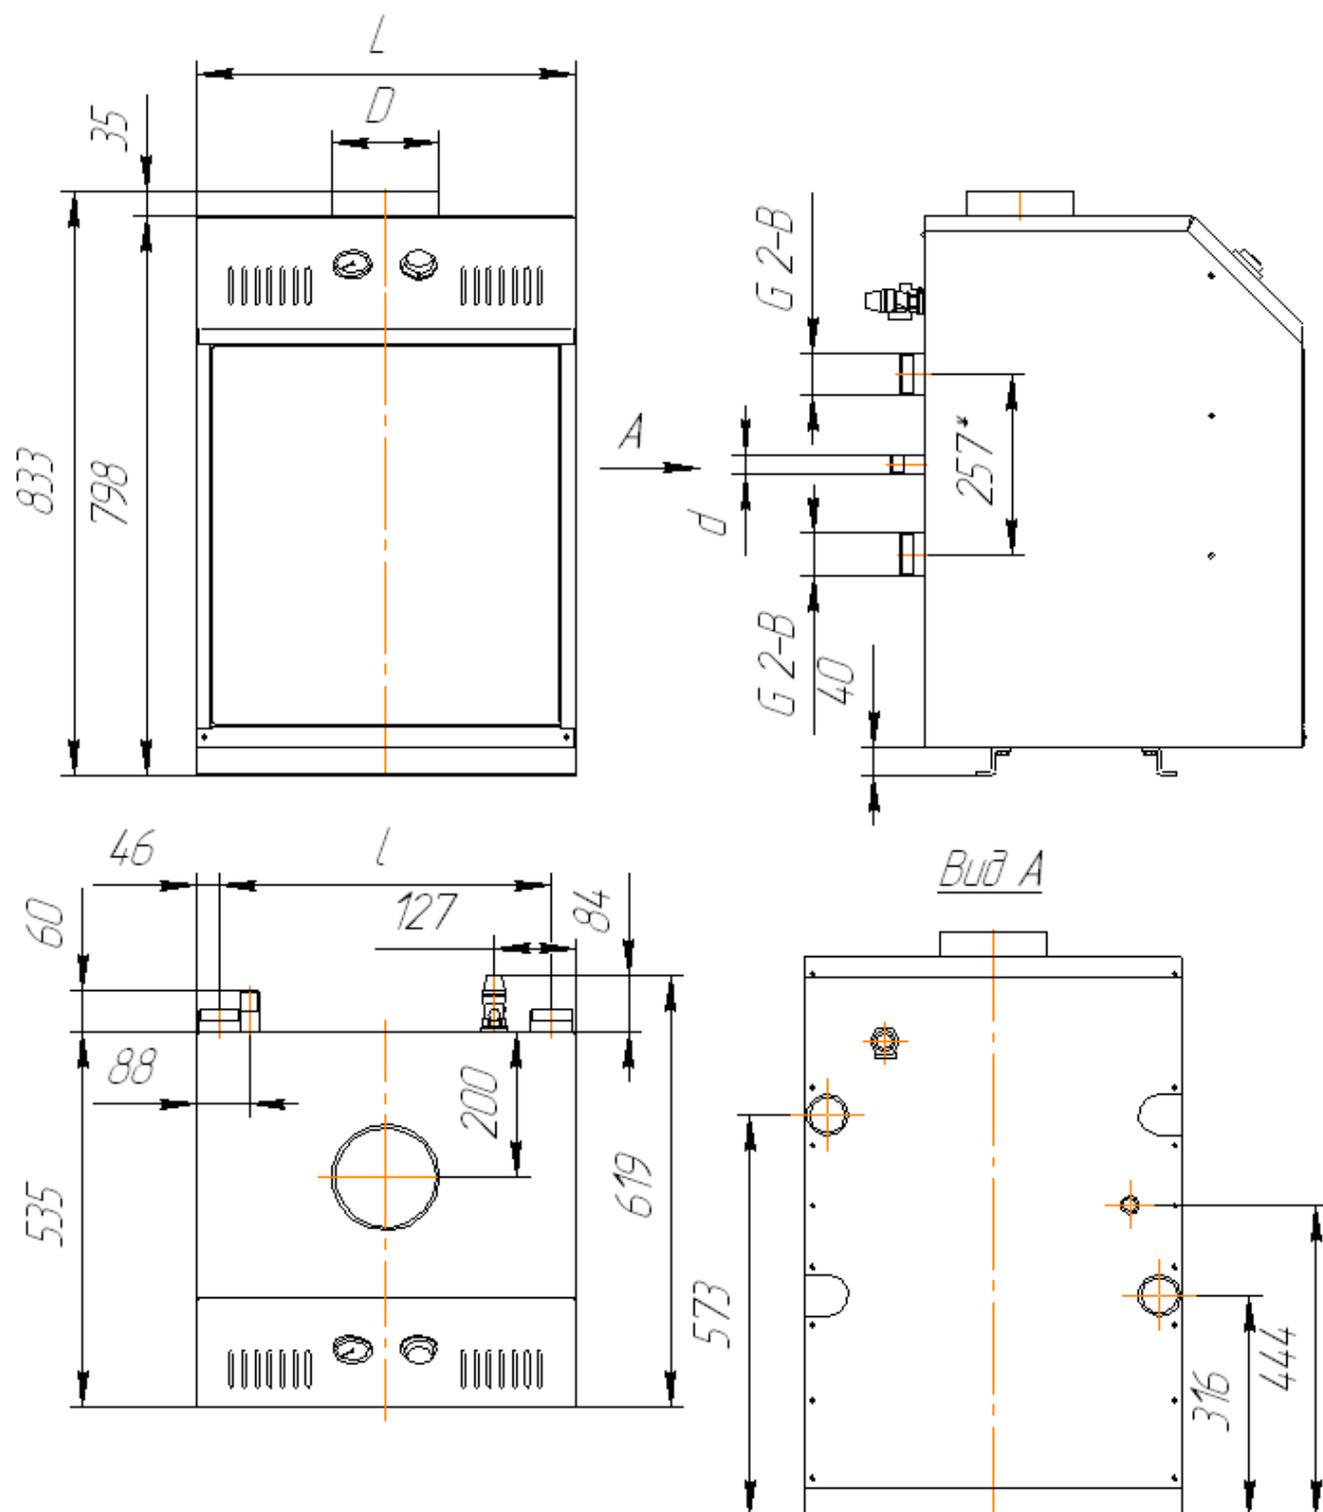
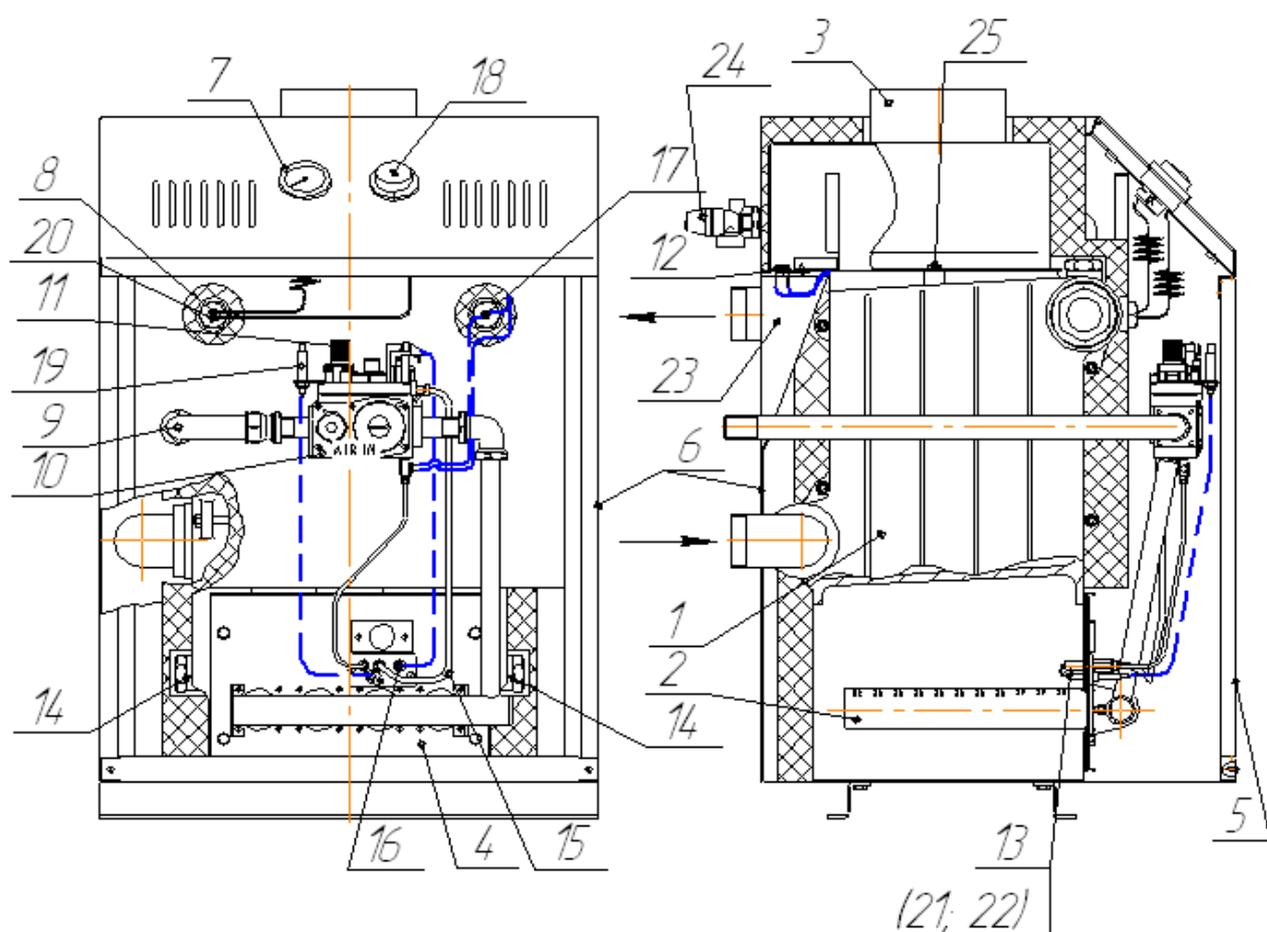

Рис. 1. Габаритные и присоединительные размеры.
Рис. 2. Конструкция котла.
Габаритные размеры, мм	По рис. 1
Остальное	По рис. 1
Конструкция котла представлена на рис. 2.
4.1 Котлы **КОВ – 30; - 37,5; - 45; - 63** изготавливаются в 4 различных вариантах сборки, отличающихся между собой расположением входных и выходных патрубков теплообменника. Варианты подсоединения котла к отопительной системе представлены на рис. 1а.
4.2 Конструкция котла представлена на рис. 2. Котел рис. 2 состоит из следующих основных узлов и деталей: чугунного теплообменника поз.1, листа фронтального поз. 4 с закрепленными на нем трубами горелки поз. 2, газоотвода поз.3, дверки поз. 5, облицовки (кожуха) поз. 6, указателя температуры воды поз. 7 с датчиком поз.8, газоподводящей трубки поз.9. При превышении избыточного давления воды в теплообменнике значения 4 кг/см^2 срабатывает предохранительный клапан поз. 24, сбрасывая воду в канализацию до уменьшения давления в теплообменнике.
Автоматика котла состоит из комбинированного газового клапана поз. 10, регулируемого термостата поз. 18 с датчиком поз. 20, предельного термостата с датчиком тяги поз. 17, датчика тяги поз. 12, блока запальной горелки поз. 13, установленного на фронтальном листе поз. 4. Блок пилотной горелки, рис. 2а, включает в себя запальную горелку, термопару поз. 21, милливольтный
Рис. 1а Возможные варианты подсоединения котла к отопительной системе
Рис. 2а Схема расположения горелки запальной относительно основной
5.7 Перед началом монтажа необходимо провести расконсервацию котла, проверить правильность его сборки в соответствии с рис. 1 и рис. 2А, и убедиться в надежном и полном закреплении всех деталей и сборочных единиц.
6.2.1 Откройте дверцу 5 (см. рис. 2).